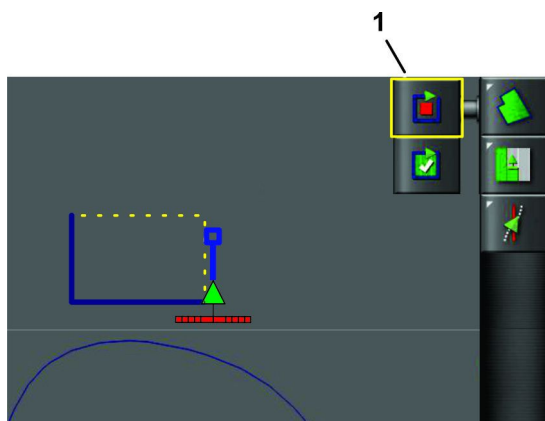

图 49
- 除最后的开放点外对所有剩余的点重复步骤 3 至 4图 49。